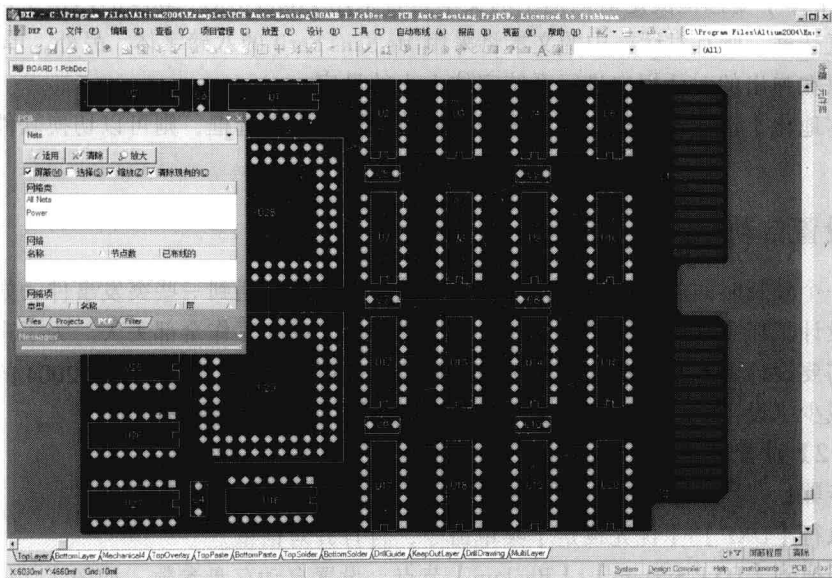

图 1-12 打开文件后的显示界面
(3) 选择后单击【打开】按钮，设计文件就会被载入 Protel DXP 2004 系统。例如，现在选择了 Examples 目录下的 PCB Auto-Routing\PCB Auto-Routing.PrjPcb 文件，则 Protel DXP 2004 的显示界面将如图 1-12 所示，并在 Projects 面板中显示工程相关文件。